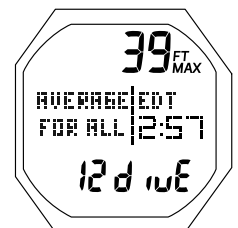

Fig. 130 - ÉCRAN DE DONNÉES FULL HISTORY N°4
**ÉCRAN DE DONNÉES FULL HISTORY N°4** : paramètres affichés (Fig. 130)